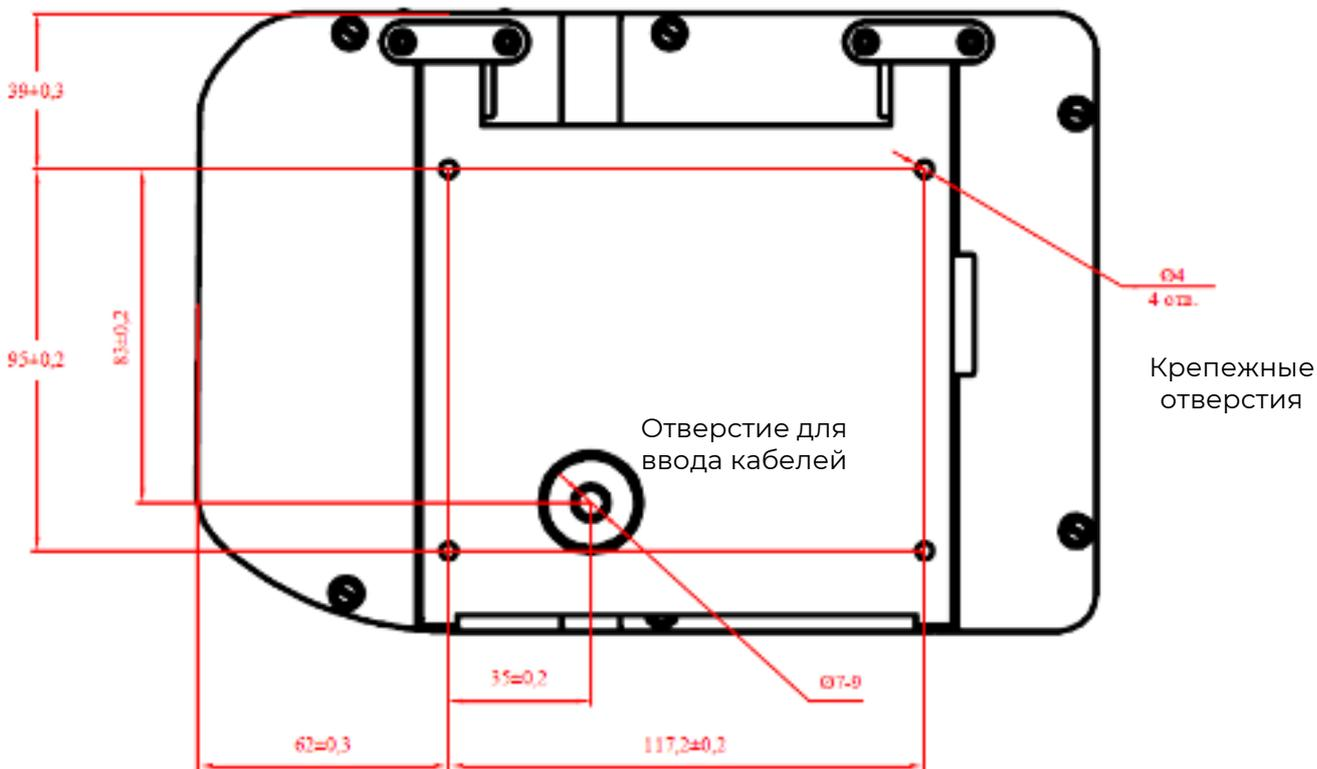

Рисунок 5 – Разметка мест крепления
4. Разметьте места крепления терминала, приложив монтажную пластину терминала к стене (см. рисунок 5).